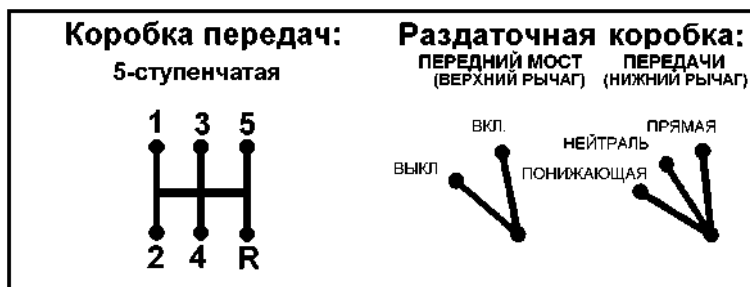

Рис. 3.2. Схема положений рычагов коробки передач и рычагов раздаточной коробки
- 13 – рычаг включения переднего моста (рис. 3.2). Имеет два положения: переднее – мост включен; заднее – мост выключен;
- 14 – рычаг включения передач раздаточной коробки (рис. 3.2). Имеет три положения: переднее – включена прямая передача, среднее – нейтральное положение, заднее – включена понижающая передача;
- 15 – рычаг переключения передач (рис. 3.2);